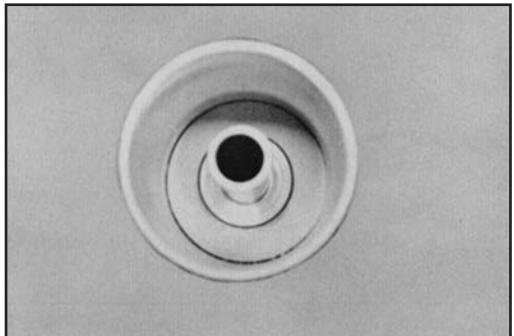

FIGURE 10
Step 8: To reassemble desiccant canister, install new mesh separator pad on bottom of tube assembly. Insert in canister and secure with retaining ring. Install lower retainer plate and new cloth filter pad. Be sure that cloth filter pad lays flat against retainer screen (see FIGURE 10).
Paso 8: Para volver a montar el cartucho de desecante, deberá instalar un separador de malla nuevo y un tampón nuevo para el separador de malla en la parte inferior del ensamblaje del tubo. Introdúzcalo en el cartucho y asegúrelo con el anillo de retención. Instale la placa de retención inferior y un tampón nuevo de filtro. Asegúrese de que el tampón queda perfectamente alineado contra el filtro de retención (vea la FIG. 10).